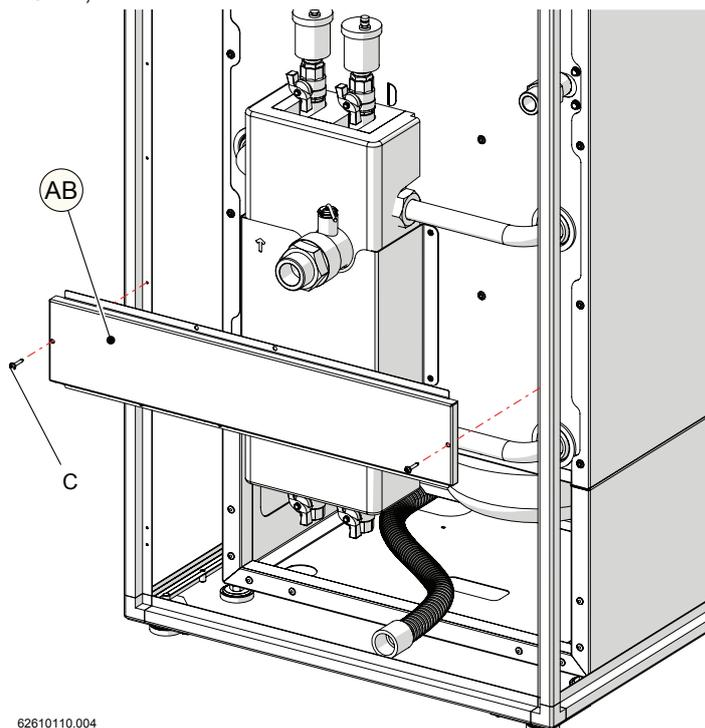

Figura 5-47
8.-applicare la copertura "AB", tramite le viti "C", al telaio della copertura da esterno, come mostrato in Figura 5-47;